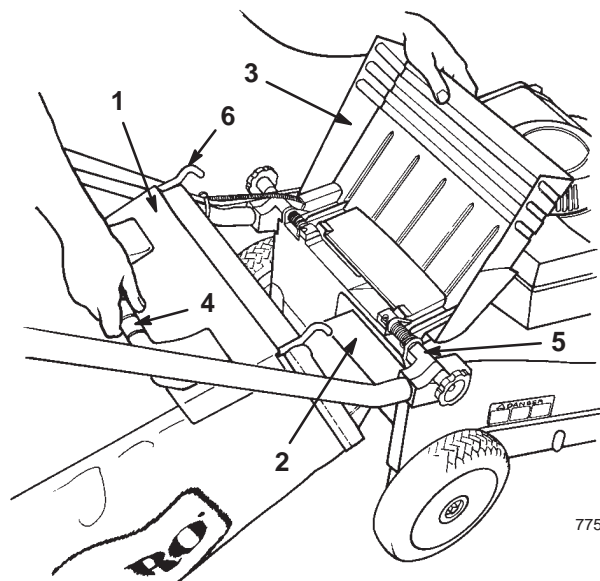

Figure 13
2. Relevez le volet d'éjection, glissez la rampe fixée au sac de ramassage dans l'ouverture d'éjection et accrochez le cadre du sac à la partie arrondie des supports de montage (Fig. 13).